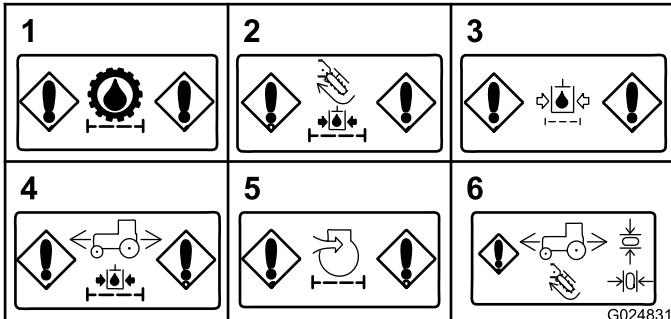

Figura 35
- Obstrucción en el filtro hidráulico de carga (transmisión)** — Este mensaje aparece cuando el filtro hidráulico de carga de la transmisión está obstruido (Figura 35).
- **Obstrucción en el filtro hidráulico de carga (accesorios)** – Este mensaje aparece cuando el filtro hidráulico de carga de los accesorios está obstruido (Figura 35).
- **Obstrucción en el filtro hidráulico de retorno** – Este mensaje aparece cuando el filtro hidráulico de retorno está obstruido (Figura 35).
- **Obstrucción en el filtro hidráulico de carga (motor de tracción)** – Este mensaje aparece cuando el filtro hidráulico del motor de tracción está obstruido (Figura 35).
- **Obstrucción en el filtro de aire (motor)** – Este mensaje aparece cuando el filtro de aire necesita mantenimiento (Figura 35).
- **Indicador de retorno a punto muerto** – Se muestra este indicador si usted intenta realizar una operación que requiere que el joystick o el pedal de tracción esté en la posición de punto muerto. Coloque el joystick o el pedal de tracción en la posición de Punto muerto antes de seguir con la operación (Figura 35).